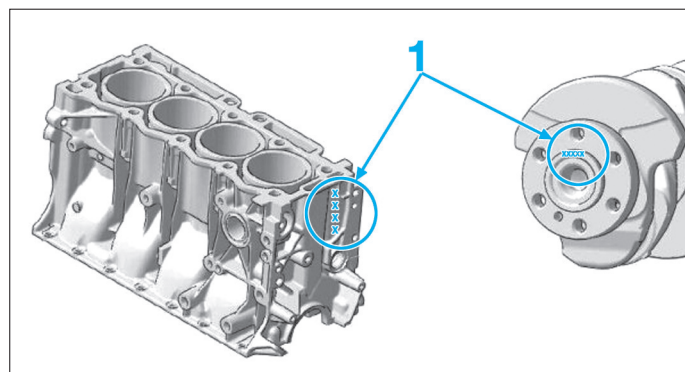

Fig. 11
Les classes des coussinets de palier de vilebrequin sont reportées sur le bloc moteur et sur le vilebrequin en (1) (Fig.11).